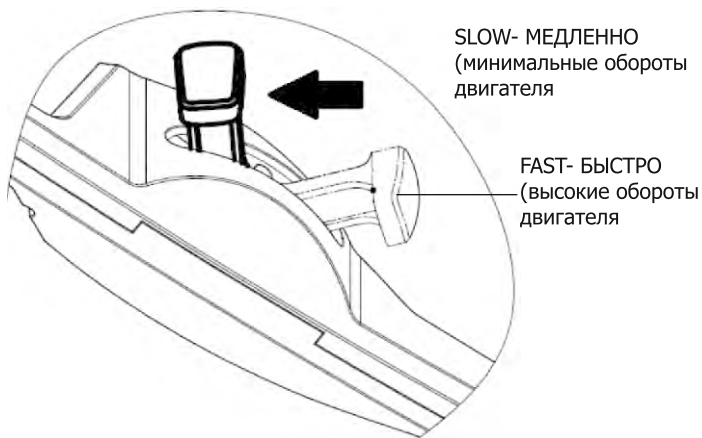

Рис. 25
- Переведите рычаг управления дроссельной заслонкой в положение «SLOW» – медленно (минимальных оборотов двигателя), двигатель остановится (рис. 25).